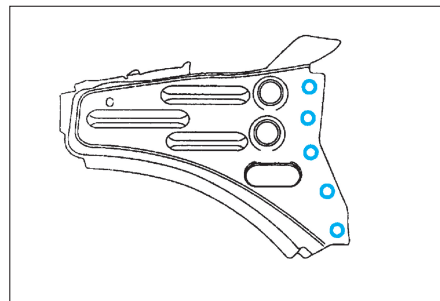
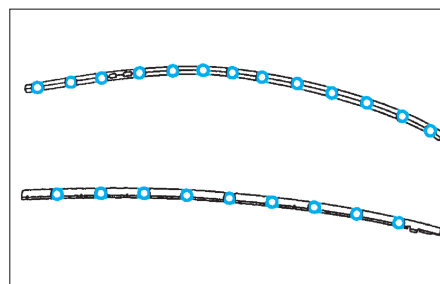

FIG. 40
FIG. 41
- Percer suivant la figure des trous Ø 6,5 mm pour soudage ultérieur par points bouchon (Fig.40) et (Fig.41).